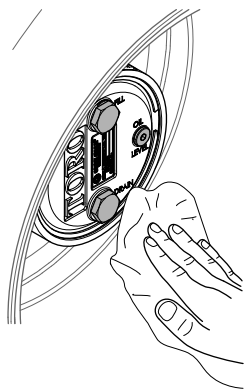

Figura 71
3. Pulite l'alloggiamento degli ingranaggi planetari e la scatola del freno (Figura 71).